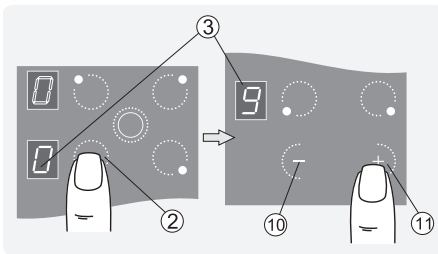

Рис.8
1. Коснуться зоны «2» с обозначением выбранной конфорки, после чего конфорка перейдет в режим управления. В соответствующем окне индикации мигает «0» (рис.8).